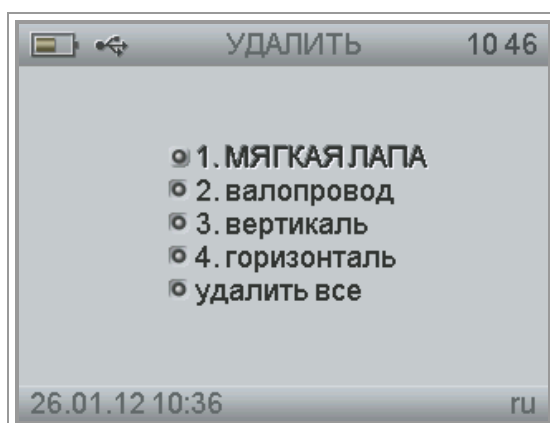

Рис. 4-61. Вид окна «Удалить» со списком сохраненных отчетов.
- Будут загружены из памяти прибора последние 40 отчетов, отсортированные по дате создания (Рис. 4-61). В случае если в приборе нет сохраненных отчетов, на экране появится надпись «Список пуст».